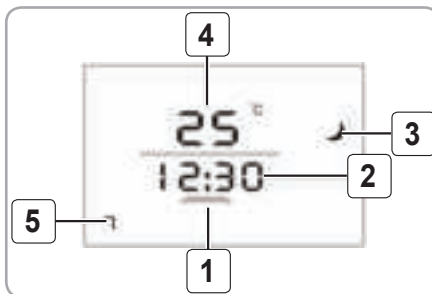

Fig.9
- Apăsați tasta  pentru a porni convectorul, apoi apăsați tasta  iar convectorul va afișa setările implicite Fig. 9: